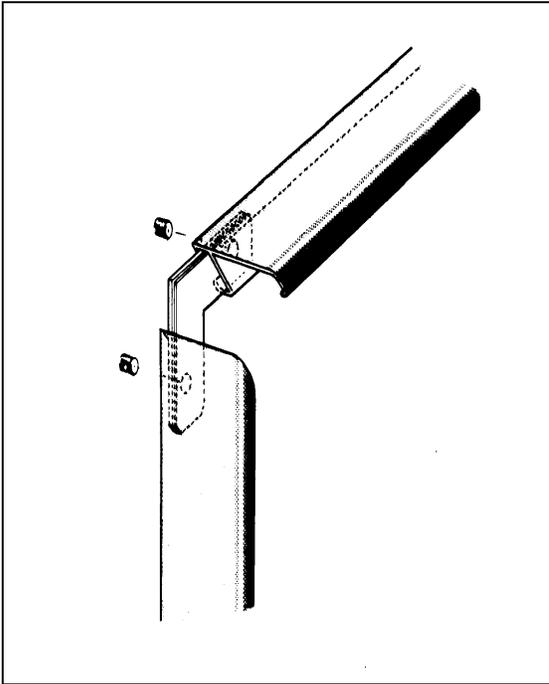

Figure 14
5. Assemblez la moulure supérieure à celles des deux (2) côtés en utilisant les équerres fournies (Figure 14).
7. *** Le cadrage de la façade est fixé à l'appareil à l'aide de quatre (4) vis pour permettre l'ajustement avant arrière de la façade. Dévissez légèrement les (4) vis puis alignez le cadrage au devant du foyer de maçonnerie ou foyer pré-fabriqués puis resserrez les vis (Figure 14).